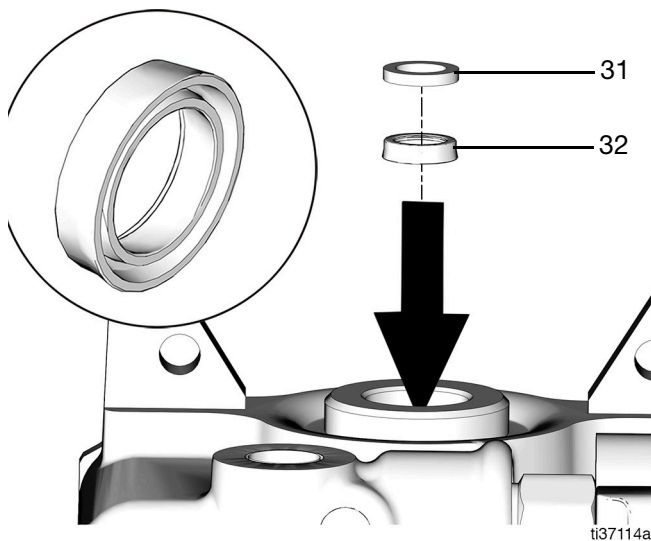

FIG. 50
1. Placez le joint du presse-étoupe (32) (coupelle en U) dans le boîtier de pompe, lèvres vers le bas (FIG. 50).
2. Placez la rondelle de bronze (31) sur le dessus du joint du presse-étoupe (32) (coupelle en U) (FIG. 50).